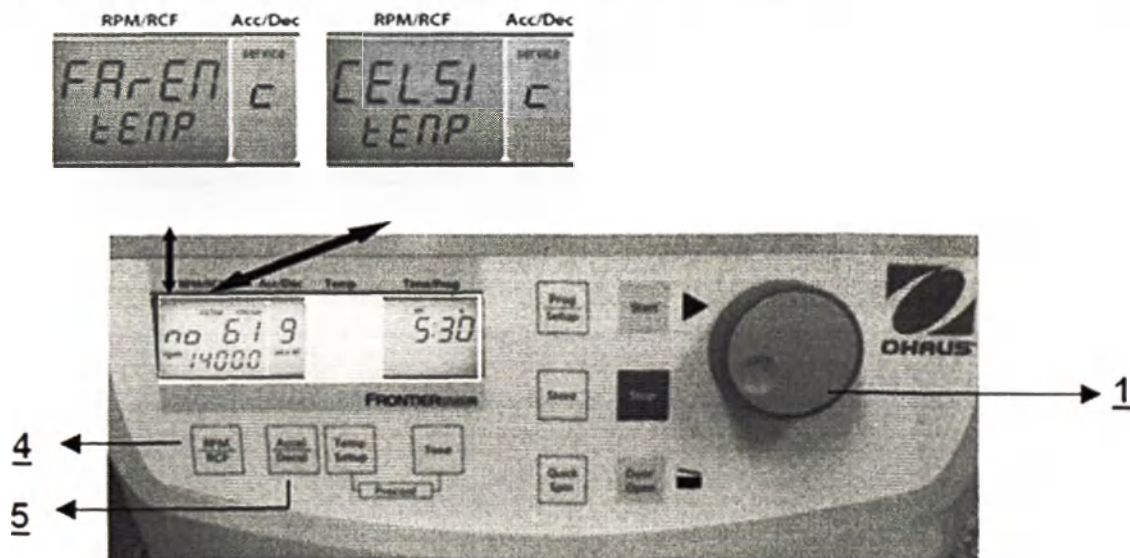

Рис. 32
Включите режим установки параметров, как указано в разделе 4.1.2, затем нажмите кнопку **Accel/Decel** (5). В поле **Acc/Dec (A-2)** экрана появится слово **Service**. Вращая рукоятку (1), выберите символ C. В поле **RPM | RCF (A-1)** в этом случае появится текст **CELSI/temp**. Если нажать кнопку **RPM | RCF** (4), слово **CELSI** начнет мигать, и с помощью рукоятки (1) можно переключиться на шкалу Фаренгейта – **FAREN** (см. рис. 32).